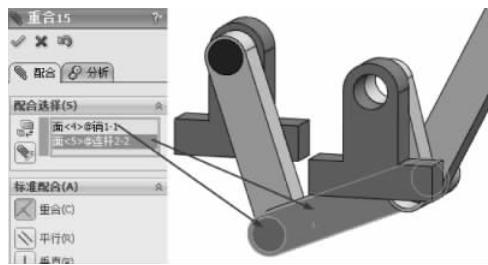

图 3-194 重合配合
(26) 继续配合约束,选择【标准配合】选项组下的【重合】配合类型  ,在【要配合的实体】选择框 中选择如图 3-194 所示的面,其他保持默认,单击【确定】按钮 ,完成重合配合。